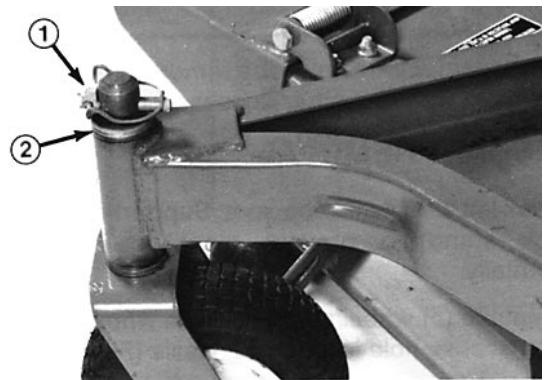

Bild 9
4. Den Stiftdorn entweder in die Unter- oder Oberseite des Befestigungsrohrs einführen und die Büchse aus dem Rohr austreiben (Bild 9). Gleichfalls die zweite Büchse aus dem Rohr austreiben. Die Innenseite des Rohrs reinigen, um alle Schmutzrückstände zu entfernen.